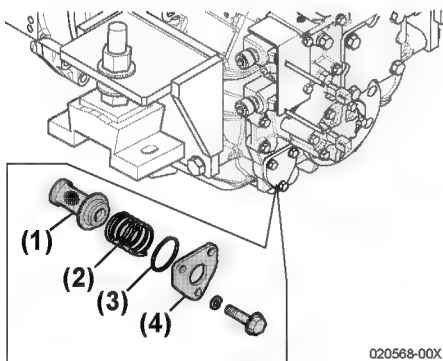

Figure 3
- a. Enlevez le couvercle latéral (**Figure 3, (4)**) et enlevez le filtre (**Figure 3, (1)**).
- c. Retenez le filtre en place avec le re-ssort hélicoïdal (**Figure 3, (2)**) et insérez-le dans la case. Installez un nouveau joint torique (**Figure 3, (3)**) dans le couvercle latéral.